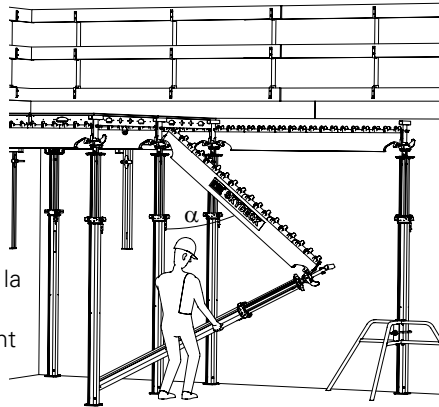

Fig. A4.12
1. Accrocher la poutrelle SLT 225 (2) dans la Tête de Décintrement.
2. Accrocher l'étau à la Tête de Décintrement dans la poutrelle soulevée. (Fig. A4.12)